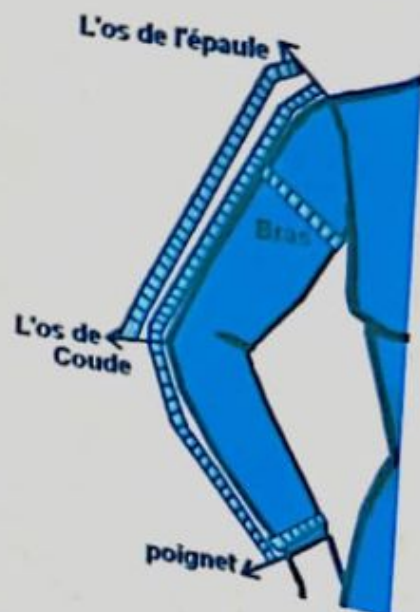

FIG. 2
**LONGUEUR TOTALE** : de l'os de l'épaule au poignet passant par le coude plié (fig.2).
**LONGUEUR COUDE** : de l'os de l'épaule à l'os du coude (fig.2).
**TOUR DU BRAS** : le tour de la partie la plus forte du bras sous les aisselles + aisances (variables selon le choix). (fig.2).
**LARGEUR BAS MANCHE** : tour du poignet + aisances (fig.2).